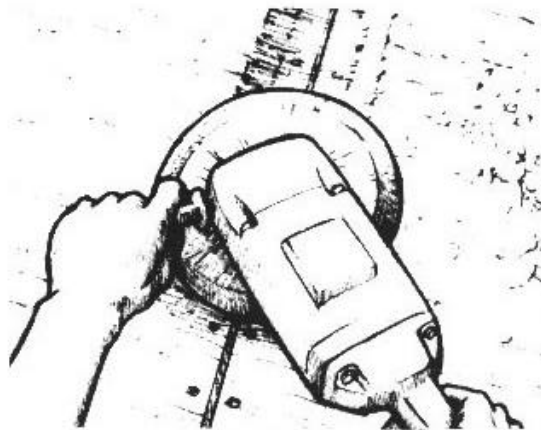

Figura 6-10 Lije un canalillo a lo largo de la junta para acomodar la cinta de fibra de vidrio.
3. Realice un canalillo de 100 a 125mm de ancho a lo largo de la junta con una lijadora circular mecánica para que la(s) cinta(s) a colocar quede(n) por debajo de la superficie. Obtenga una depresión de unos 0,75mm de profundidad por cada capa de cinta de fibra de vidrio de 280g/m² (8 oz/yd²) para rellenar la junta. Use una lijadora o un formón para quitar cualquier otra parte del contrachapado alrededor de la junta que esté dañada o podrida. En los cantos o aristas, use una lijadora o una tupí con una fresa para redondearlos. Un radio de 6 a 9mm permitirá que la cinta de fibra de vidrio se asiente de forma uniforme sobre la superficie (*Figura 6-10*)